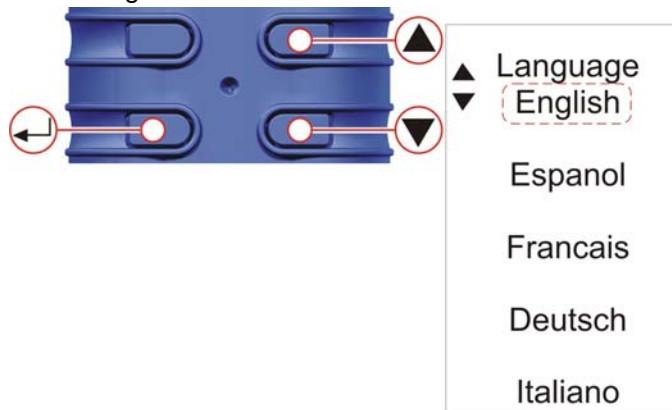

Figure 16 Réglage de la langue
B. RÉGLAGE DE LA LANGUE (fig. 16)